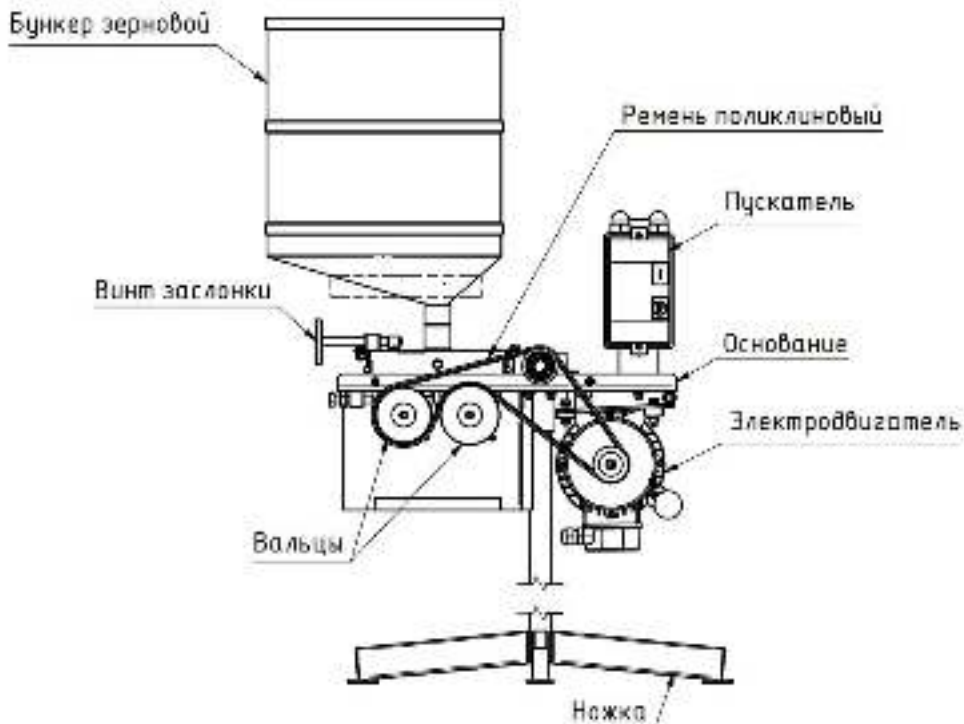

Рис. 1. Устройство изделия
5.1. Изделие (см. рис. 1) состоит из основания, бункера зернового, электродвигателя, 2 вальцов, ременной передачи и пускателя. На основании установлены два вращающихся вальца. Крутящий момент от электродвигателя через поликлиновый ремень передается на плоские шкивы вальцов.